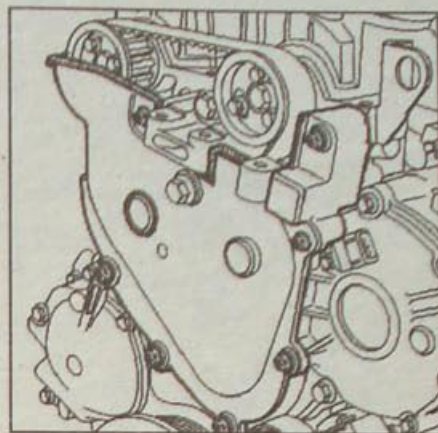

Рис. 4.5. Расположение нижнего кожуха привода газораспределительного механизма
• Снимите кожух привода газораспределительного механизма и нижний кожух (рис. 4.5).